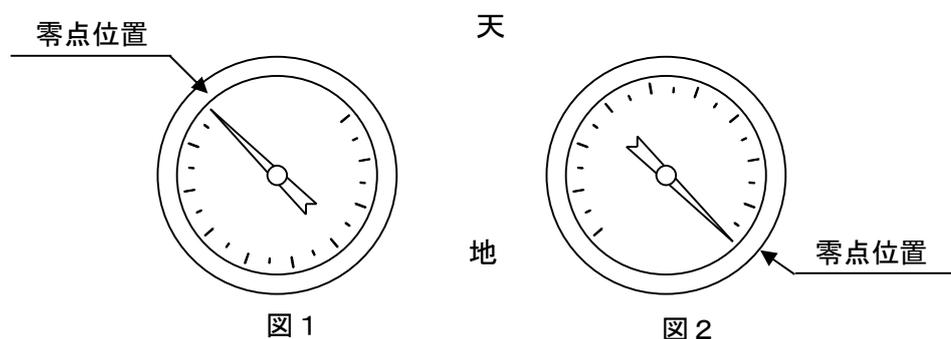

図 1
- (3) 大気吸込み穴（ボディの横穴）が塞がれると、圧力制御ができなくなります。圧力調整の際には、大気吸込み穴に手を触れたりして塞がないようご注意ください。
- (4) 圧力設定後にハンドルをロックする場合は、ハンドル下にあるオレンジの帯が隠れるまで、“カチッ”と音がするまで押し込んでください。また、ロックを外す場合にはオレンジの帯が見えるまで、“カチッ”と音がするまで引張り上げてください。
- (5) 設定できる最高真空圧力は、使用される場所の大気圧に影響されます。大気圧は、標高、天候によって変化するため、実際に設定できる最高真空圧力は仕様に記載されている数値に達しないことがあります。
- (6) 使用する真空ポンプの能力が比較的小さい場合や、使用する配管材の内径が小さい場合などには、設定圧力の変化（流量無の状態から流量を流した際の圧力の変化幅）が大きく現れることがあります。このような場合には、真空ポンプの変更や配管材の変更を実施してください。真空ポンプの変更が無理な場合には、VAC側容量タンク（容積は使用状況によります）を追加してください。
- (7) 使用するバルブ（電磁弁など）の開閉後の圧力応答時間は、設定側の内容積（配管容積も含む）の大小の影響を受けます。また、真空ポンプの能力も応答時間に影響を及ぼしますので、これらの点を充分にご留意の上、ご使用ください。
- (8) 真空レギュレータは、常時大気を吸い込んでいますので、真空ポンプやバルブを止めると、真空圧力を保持できません。真空圧力の保持が必要な場合、常時真空で引き続ける必要があります。
- (9) 圧力設定後の時間経過や周囲温度の変化等により、設定圧力のずれが生じることがあります。設定値のずれが生じた場合は、再度ハンドルにより調整を行ってください。
- (10) 方向切換弁（電磁弁、メカニカルバルブ等）を取付けて ON-OFF を長期間繰返すことにより、設定圧力のずれが生じることがあります。設定値のずれが生じた場合は、再度ハンドルにより調整を行ってください。
- (11) 真空レギュレータの S E T. ポート側から周囲のダストや水滴等を吸い込む可能性のある場合は、これらが内部に侵入するのを防ぐ必要がありますので、真空フィルタや真空ドレンセパレータ等を設置してください。
- (12) 圧力条件や配管条件、周囲環境によっては脈動や異音を生じる場合があります。このような場合には、圧力条件や配管条件を変更することで改善することがあります。条件の変更を行っても改善されない場合は、当社までご確認ください。
- (13) 圧力計を図 1 の向きでご使用になりますと、零点ズレの要因となりますので、必ず図 2 の向きでご使用ください。